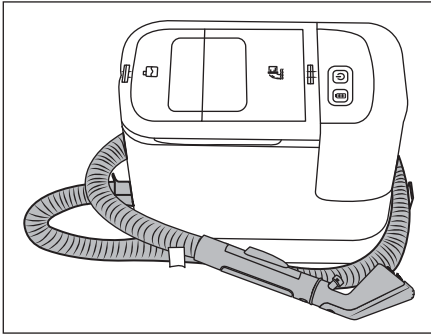

Fig. 4
- ◆ Retirez le support de flexible 15 de l'appareil. Enroulez le flexible de pulvérisation/aspiration 19 autour de l'appareil et servez-vous en même temps des supports de flexible 15/16 (voir fig. 4).